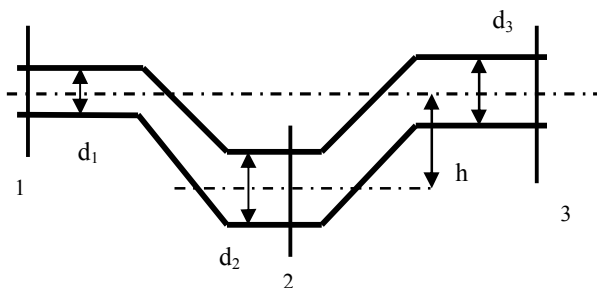

Рис. 4
1. Найти давления в сечениях трубопровода (1,2 и 3), указанных на рис. 4, если расход воды по трубопроводу $Q = 2,5$ л/с, а истечение жидкости происходит в атмосферу ($p_{\text{атм}} = 1$ атм). Действием сил вязкости пренебречь.